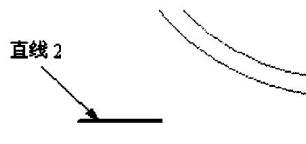

图 1.15
1.14 所示选择前面绘制的直线 1，选择时使光标中心位于直线上方，并注意不要选中控制点，再选择 Basic Curves 对话框中的 **Apply** 按钮，绘出直线 2，它与直线 1 平行，距离为 14，如图 1.15 所示。